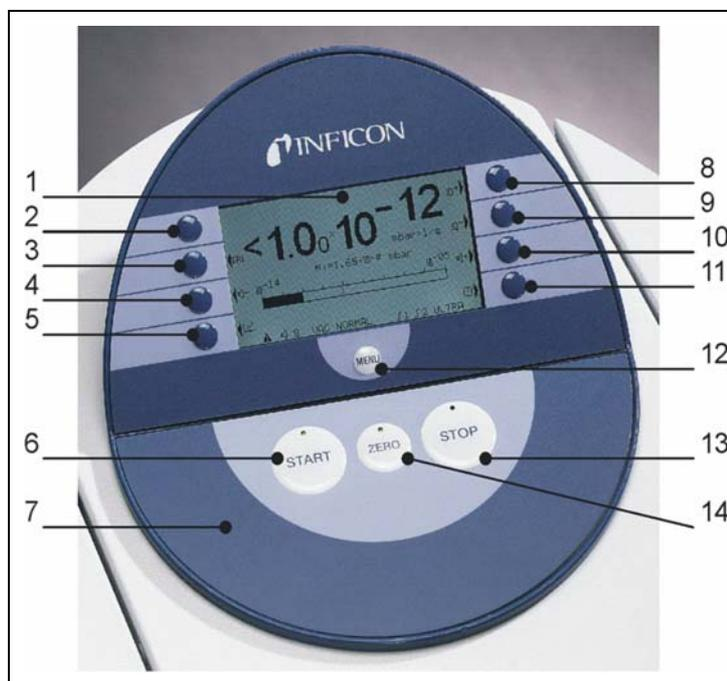

Fig. 4-2 Unité de commande
L'Unité de commande Fig. 4-2/7 se compose d'un écran à cristaux liquides (écran LCD), les touches *START*, *STOP*, *ZERO* (suppression du fond) et *MENU* (menu) ainsi que huit autres touches pour les différents menus et saisies.
L'Écran LCD Fig. 4-2/1 constitue l'interface de communication avec l'opérateur de l'appareil. L'unité de commande affiche les taux de fuites, les messages d'état du détecteur de fuites, les messages, les avertissements et les messages d'erreur.
Une pression sur la Touche START Fig. 4-2/6 active le UL1000 / UL1000 Fab afin que ce dernier démarre les mesures. Une nouvelle pression sur la touche START en mode de mesure active l'affichage du taux de fuites maximal (fonction de maintien). Le taux de fuites maximal affiché correspond alors au taux de fuites enregistré depuis « START ». Une nouvelle pression sur la touche START réinitialise la fonction de maintien.
Une pression sur la **Touche STOP** Fig. 4-2/13 interrompt les mesures. En cas de pression prolongée sur cette touche, l'admission est aérée conformément aux conditions définies dans le menu **Retard mise à l'air**. Pour régler les paramètres de la durée d'aération, v. chapitre 6.6.1.2 **Retard mise à l'air**.
Une pression sur la touche **Touche ZERO** Fig. 4-2/14 active la suppression du fond. Une pression sur la touche ZERO permet d'évaluer le taux de fuites actuellement mesuré en tant que signal de fond et de le déduire de toutes les mesures suivantes. Il en résulte les plages d'affichage suivantes :
Une pression sur la touche *MENU* (v. chapitre Fig. 4-2) permet d'afficher le menu de sélection sur l'écran. Ceci fonctionne indépendamment du mode de fonctionnement activé, sauf durant les opérations de calibrage.
La fonction des huit touches à gauche ou à droite de l'écran Fig. 4-2/2 ... /5 et /8 ... / 11 dépend du menu actuellement sélectionné.
- La touche n° 1 Fig. 4-2/2 est affectée à la fonction *précédent/annuler*. Ceci permet de quitter un sous-menu sans modifier les réglages actuels et d'afficher à nouveau la page précédente du menu.
- La touche n° 8 Fig. 4-2/11 est la touche de confirmation (OK). Les réglages sélectionnés ou modifiés sont sauvegardés et la page précédente du menu s'affiche à nouveau.